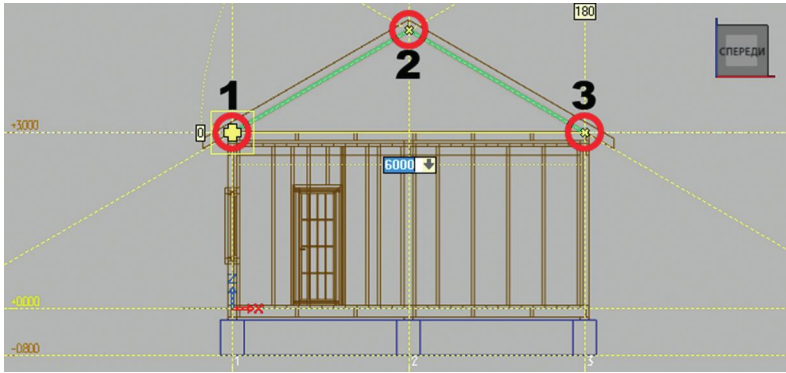

рис. 118
5. Щелчком левой кнопки мыши сделайте текущим видовое окно № 1 (вид спереди) и укажите точки контура фронтона: **1, 2, 3, 1** (рис. 118).